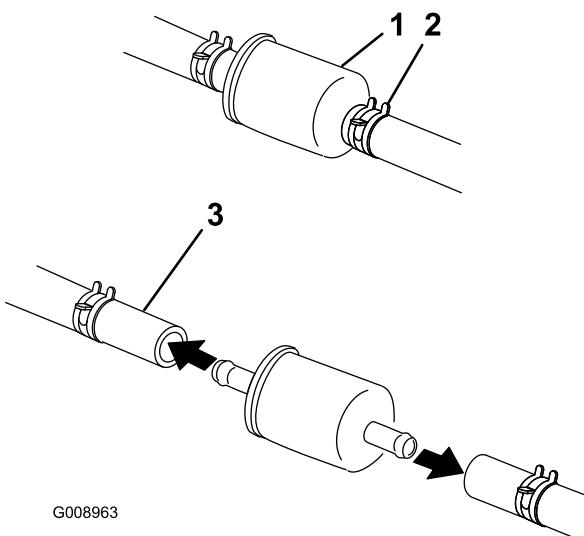

Bild 58
5. Schließen Sie den Kraftstoffhahn unter dem Sitz (Bild 58).
6. Drücken Sie die Enden der Schlauchklemmen zusammen und schieben Sie sie vom Filter weg (Bild 58).
8. Setzen Sie einen neuen Filter ein und schieben Sie die Schlauchklemmen an den Filter heran (Bild 58).